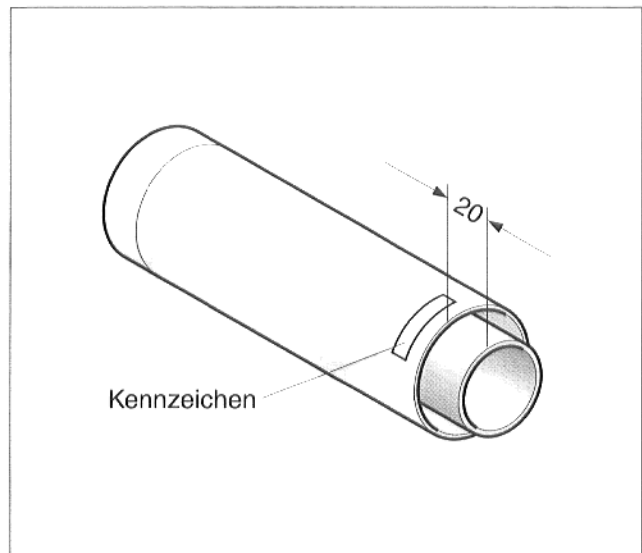

Abb. 6 Ablängen
- Kürzbare Rohre (Zubehör) an der gekennzeichneten Seite mit einer Eisensäge kürzen. Überstand von 20 mm des Abgasrohres beachten (Abb. 6).